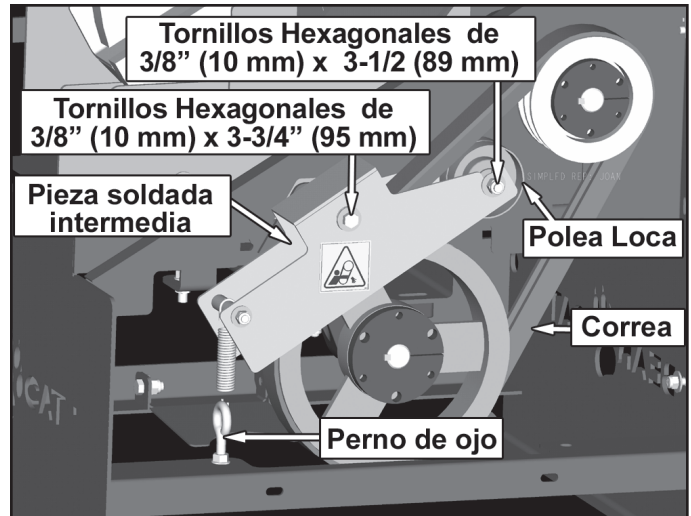

Figura 5.6 - Reemplazo de la correa de accionamiento trasera
5. Afloje el perno de ojo para liberar tensión en la correa (Figura 5.6).